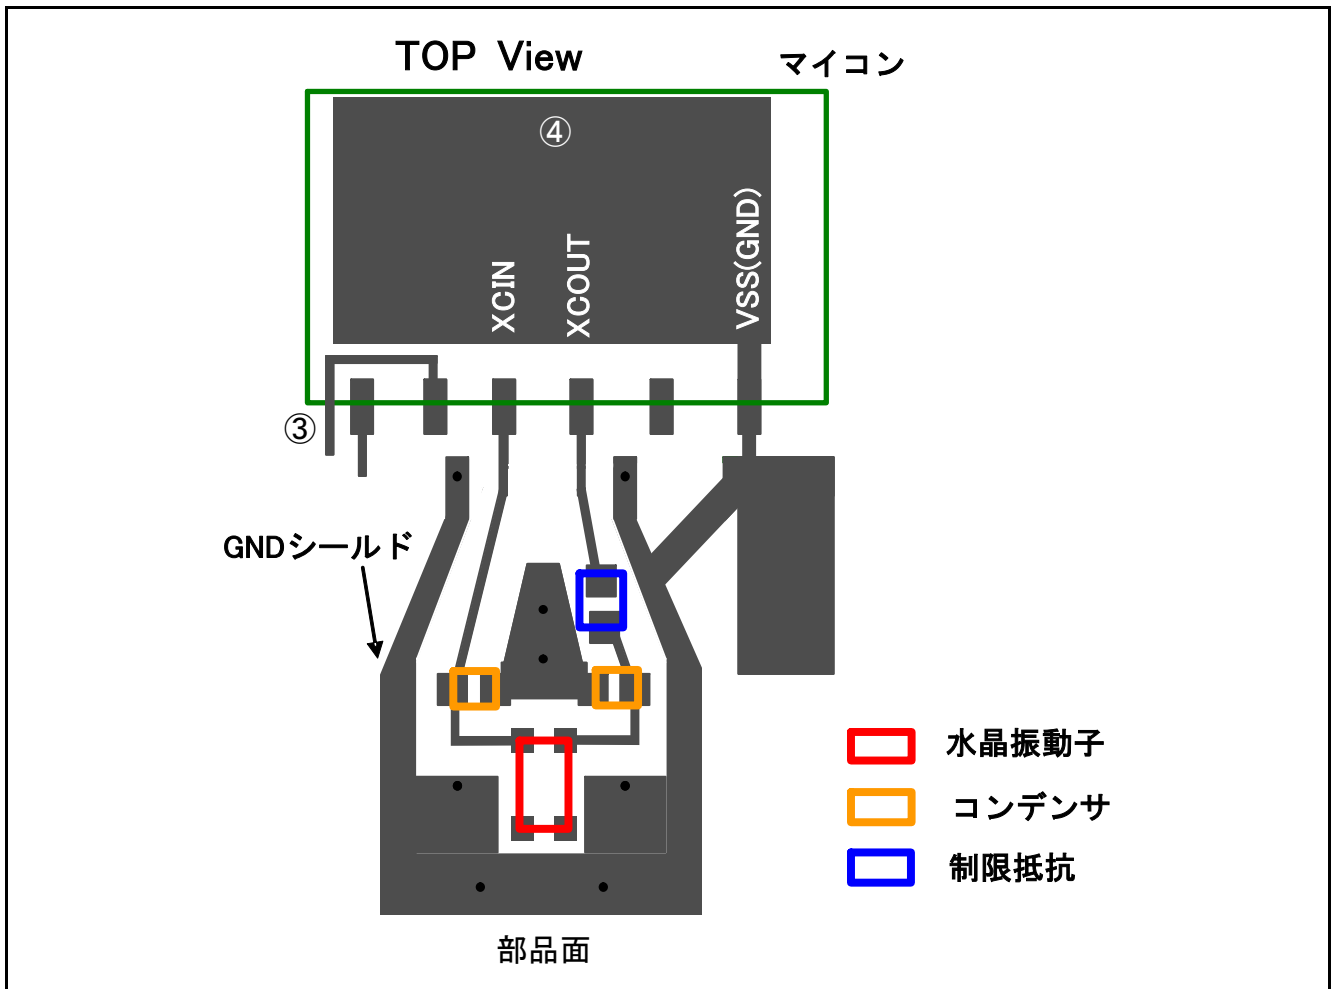

図1.6 その他の要点に関するパターン例
①～④にその他の要点を示します。また、図 1.6にパターン例を示します。
- ① XCIN、XCOUT の配線に、大きな電流変化がある線を接近させないでください。
- ② XCIN、XCOUT の配線は、隣接する端子の配線などの他の信号線と併走させないでください。
- ③ XCIN、XCOUT に隣接する端子の配線はそのままマイコンの外側に引き出すのではなく、一度マイコン下部を経由して XCIN、XCOUT 端子と離れた所から引き出してください(XCIN、XCOUT の配線と併走させないため)。
- ④ マイコンの下部は、可能な範囲で GND パターンを配置してください。